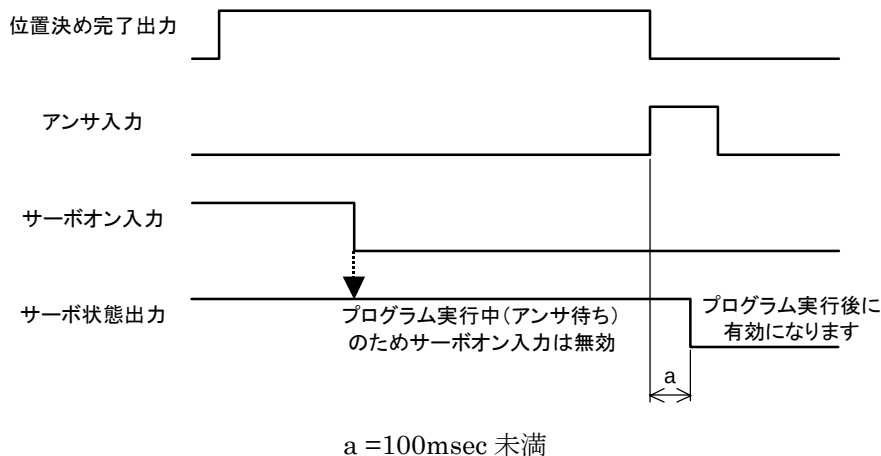

図 5.13 プログラム実行中のサーボオン入力
- プログラム実行中(旋回中、位置決め完了のアンサ待ち中など)に本信号を OFF(サーボオフ)した場合は、動作完了後サーボオフします。(図 5.13)